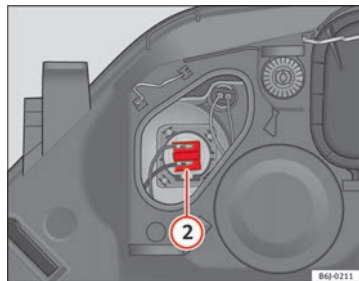

Abb. 145 Fernlicht
- Ziehen Sie den Stecker ⇒ Abb. 145 ② nach außen ab.